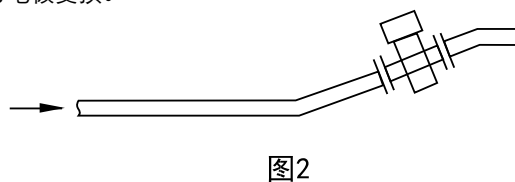

图2
- (2) 在水平管线上，流量计除水平安装外，还可安装在稍稍上升的管线区。见图2